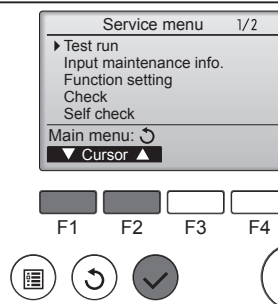

Fig. 7-1
- 1 Selezionare l'opzione "Test run" (Prova di funzionamento) dal Menu di Servizio, quindi premere il pulsante [SCEGLI]. (Fig. 7-1)